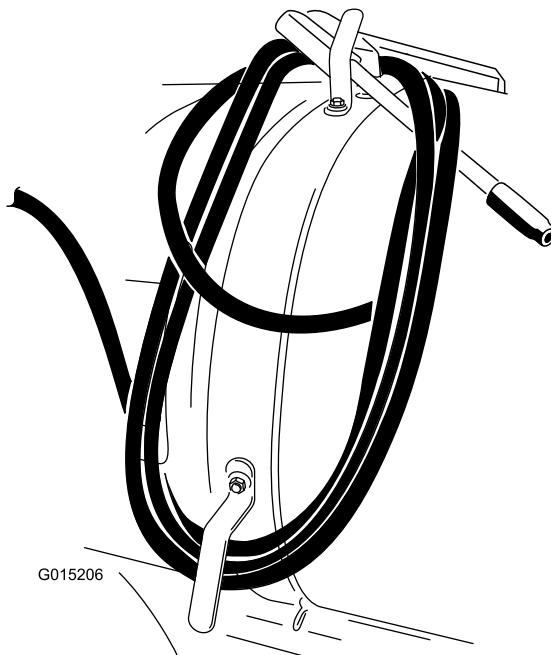

Figura 14
- Avvolgete il flessibile intorno ai ganci del serbatoio e fissate la pistola come illustrato nella Figura 14.